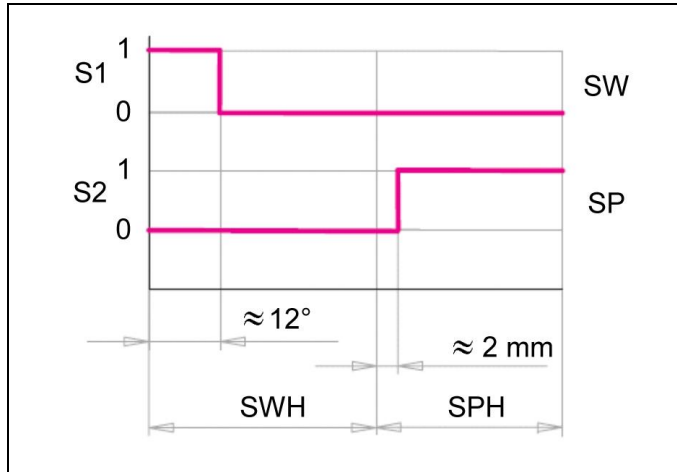

Abb. 11: Signalverlauf Spann- und Entspannvorgang
- Bei eingeschalteter Steuerspannung kann die Einstellung der Näherungsschalter nach Funktionsdiagramm Abb.11 geprüft werden.